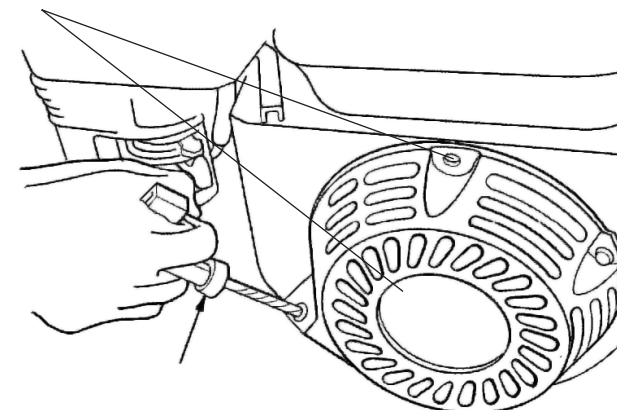

Рис. 20
- Потяните за рукоятку стартера до тех пор, пока Вы не почувствуете сопротивление. Продолжайте тянуть рукоятку стартера до тех пор, пока отметка на шкиве стартера не совпадет с отверстием на кожухе стартера. В этом положении впускной и выпускной клапан двигателя закрыты. Таким образом, Вы предохраните двигатель от внутренней коррозии (рис. 20).